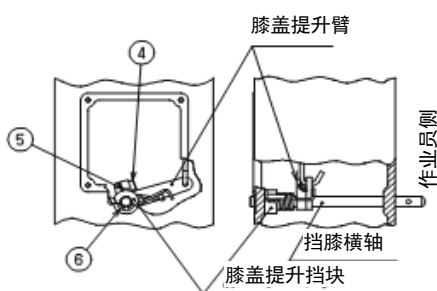

Fig.16
拧松膝盖提升臂固定螺丝④（1 处）、膝盖提升挡块固定螺丝⑤（1 处）。（Fig.16）
将挡膝横轴端部附带的E卡环⑥（1 处）拆下，将挡膝横轴向作业员侧拔出。这时，请用手托住进行操作，以免膝盖提升臂、膝盖提升挡块、膝盖提升弹簧掉落。（Fig.16）